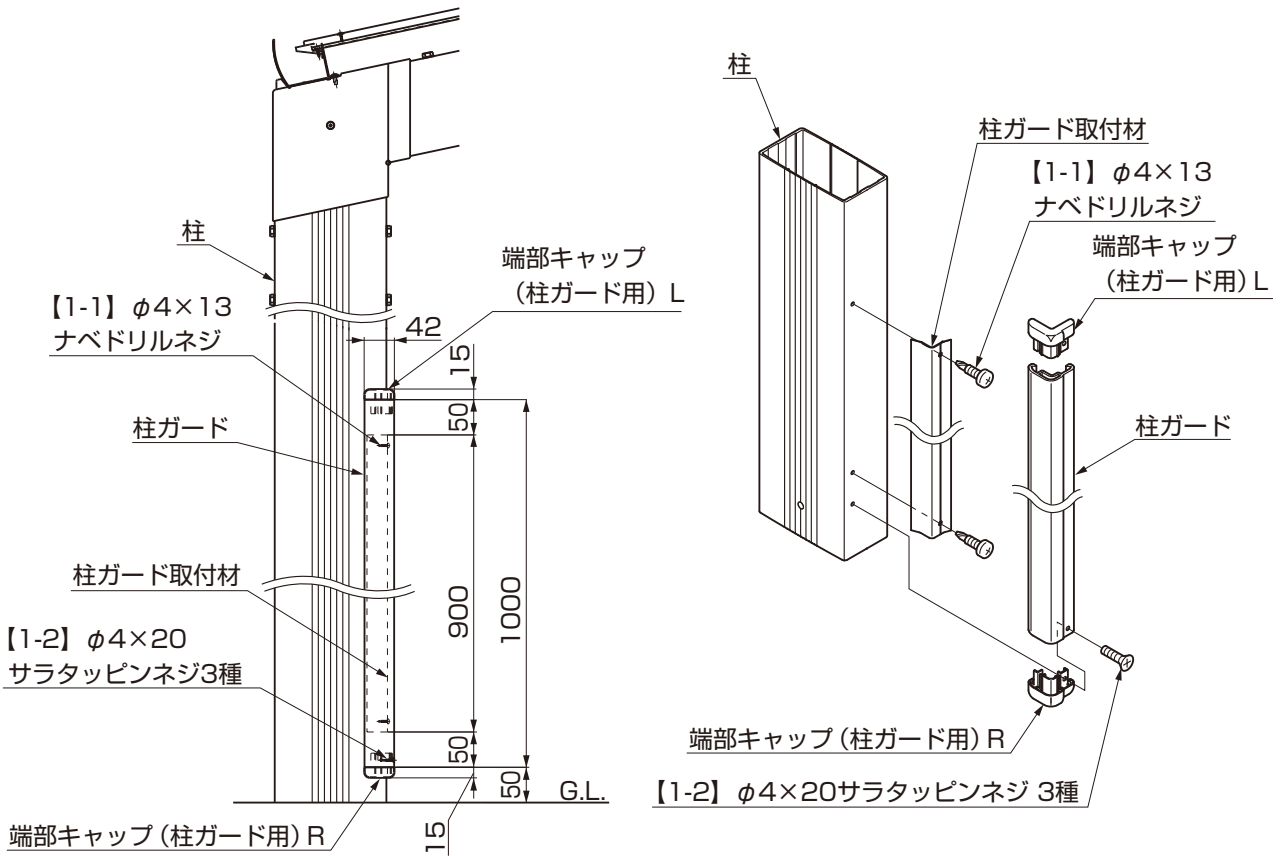
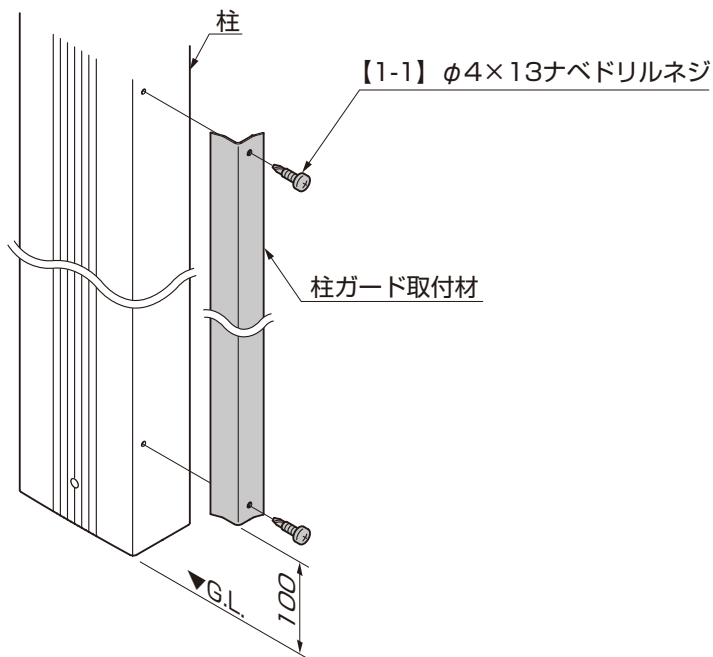

図1-1 柱ガード納まり図
図2-1
①柱ガード取付材を【1-1】で取付けてください。(図1-1、図2-1参照)